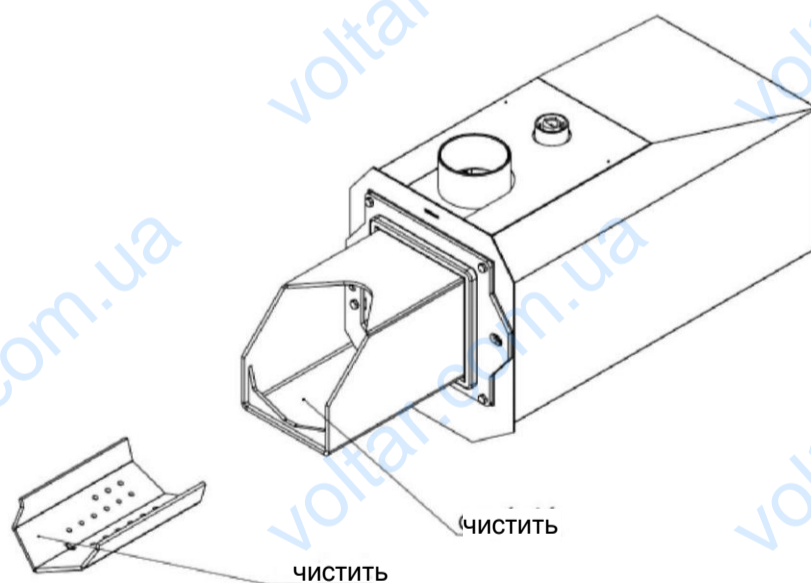

Рис. 16 Чистка форсунки Платинум Био.
3. Снять решетку форсунки и очистить ее (обратить внимание на проходимость аэрационных проводов). Очистить корпус решетки форсунки (рис.16)